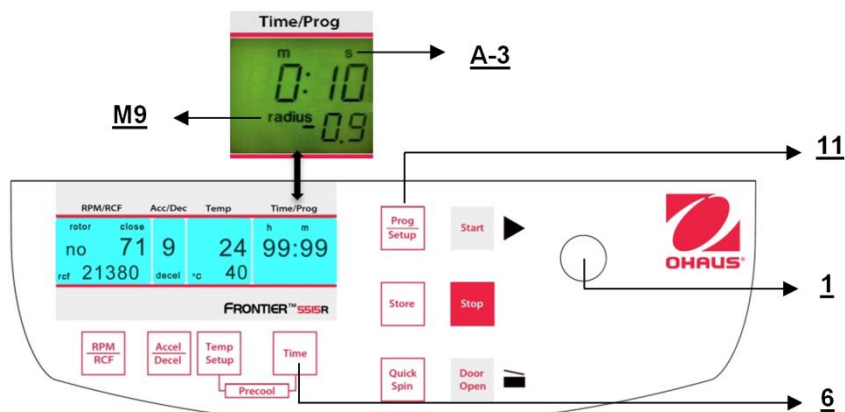

Figure. 21
Fermer le couvercle et maintenir ensuite appuyées les touches "**Time**" (6) (voir la figure 21) et "**Prog/Setup**" (11). Sur l'affichage "**Time/Prog**" (A-3), le mot "**radius**" (M9) apparaît. Avec le bouton de réglage (1), l'utilisateur peut présélectionner des corrections du rayon (voir Tableau 7, ANNEXE) par incrément de 0,1 centimètre. Après avoir défini une correction du rayon, le mot "**radius**" (M9) apparaît. Ce mot sera visible jusqu'à ce que la correction du rayon soit revenue à 0.